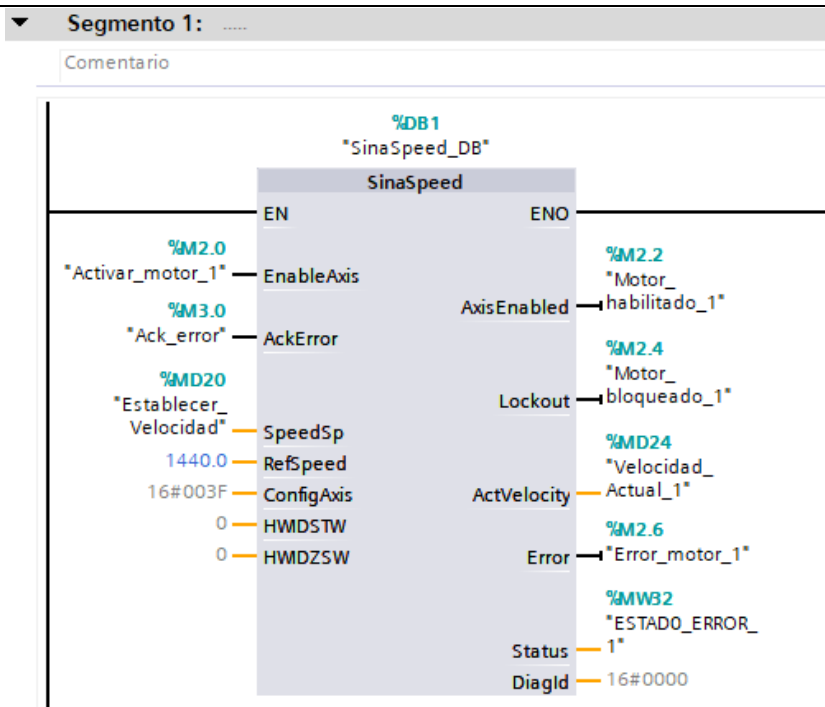

Figura 28. Configuración bloque SinaSpeed.
- Después de agregar el bloque, asignar las siguientes variables a las entrada y salidas del bloque (ver Figura 28).